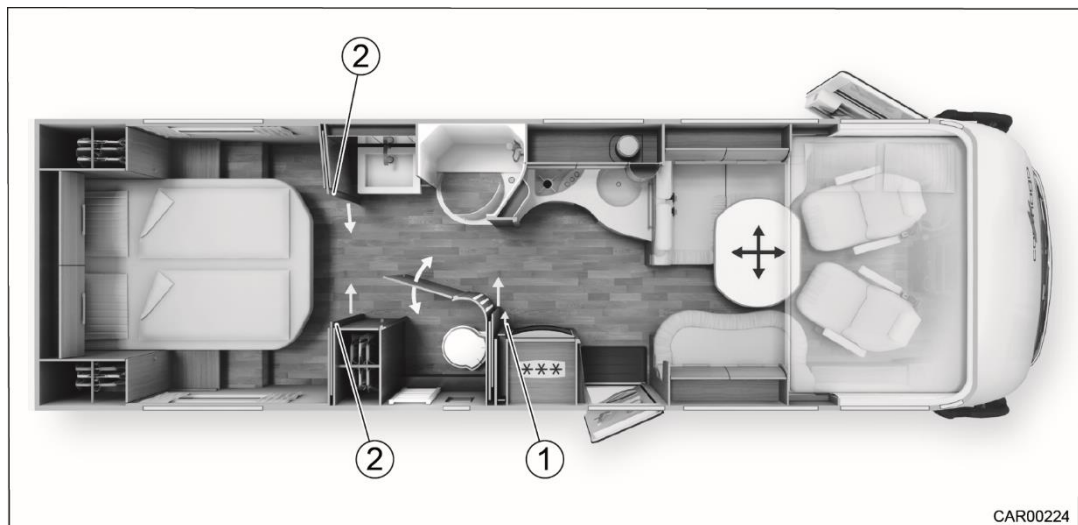

Fig. 85 Création d'un dressing au niveau de la salle de bain XL
1. Ouvrir le bouton-pression (Fig. 85/1) pour desserrer le blocage de la paroi de séparation.
3. Ouvrir les bouton-pressions (Fig. 85/2) pour desserrer les blocages de la paroi de séparation.